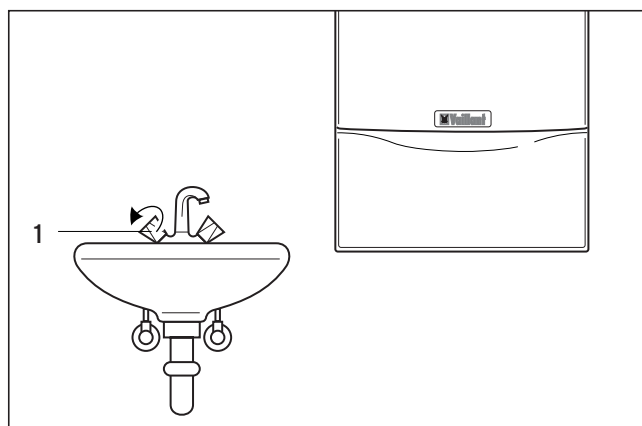

Fig. 3.7: Distribución del agua caliente (aparatos VMW)
3.3.3 Distribución del agua caliente (aparatos VMW, Fig. 3.7)